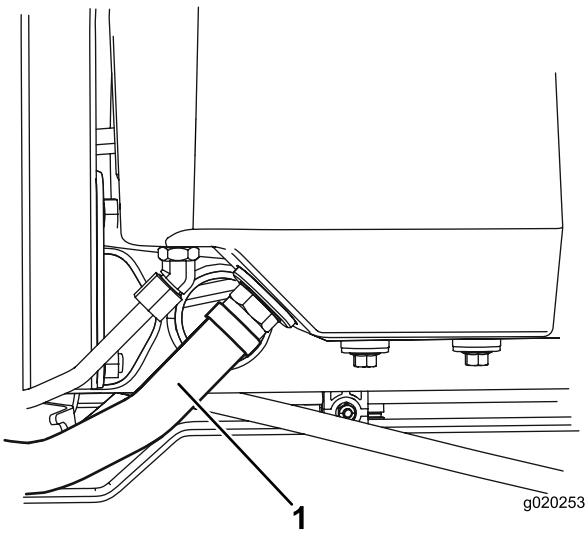

Figura 77
2. Desligue o tubo hidráulico grande (Figura 77) do reservatório e deixe o fluido hidráulico escorrer para um recipiente.